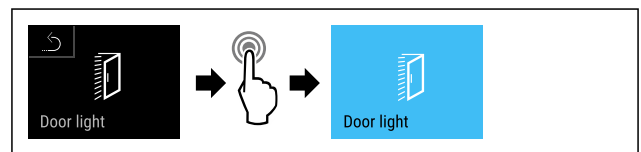

Fig. 97
- ▶ Εκτελέστε τα βήματα ενεργειών (βλέπε Fig. 97).